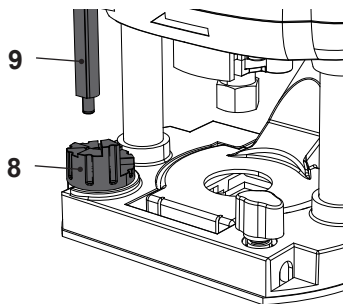

Fig. 18
Utilizați tamponul de pas (8) pentru a efectua tăieturi mai adânci, în mai mulți pași, fiecare cu îndepărtarea unei cantități mai mici de material. Astfel, cu ajutorul acestui produs, puteți împărți tăieturile în mai multe etape și să le realizați în până la 8 pași (Fig. 18).